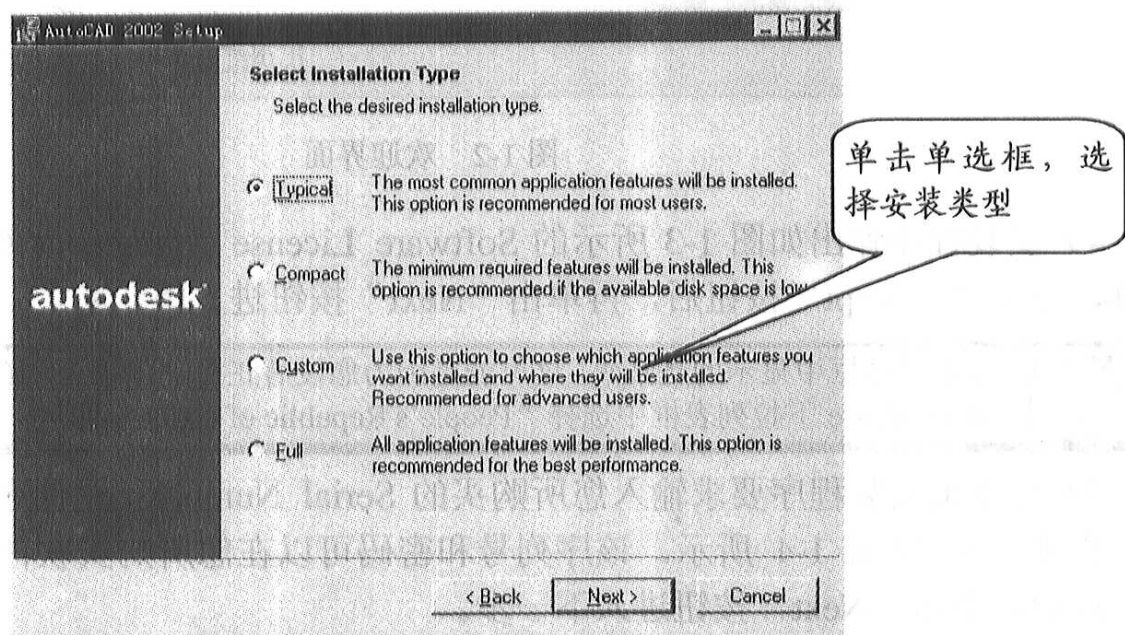

图 1-6 选择安装类型
7) 接下来弹出图 1-6 所示的对话框, 要求选择安装类型, AutoCAD 2002 有以下 4 种安装类型。